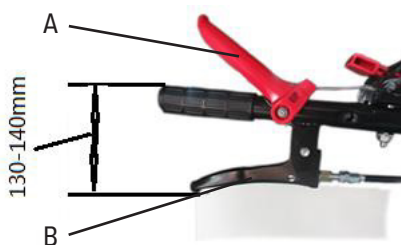

Fig.17
**Ambreiajul:** Inițial, poziția pârghiei A (fig. 17), este normală.
(fig.17), atunci când ambreiajului este eliberat utilajul se pune în mișcare.